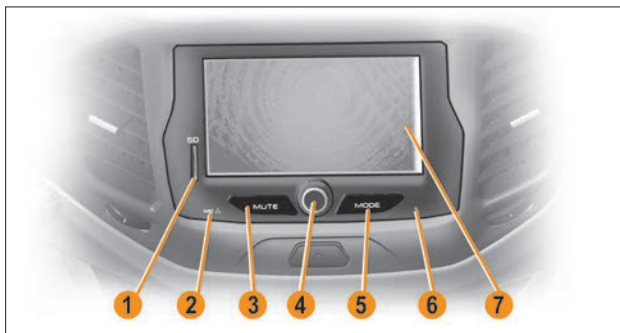

Рис. 7. Внешний вид ММС с навигационной системой
2.1.1 Включение ММС с навигационной системой осуществляется кратковременным нажатием (1-2 сек.) на ручку энкодера **4** (рис. 7).
2.1.3 Для выключения ММС с навигационной системой одновременно нажмите ручку энкодера **4** (рис. 7).
2.1.4 Для перезагрузки ММС с навигационной системой тупым тонким стержнем нажмите и удерживайте в течение 2–3 сек. кнопку **Reset 6** (рис. 7). После перезагрузки ММС с навигационной системой переходит в режим «Радио» с прослушиванием первой сохраненной радиостанции.
Для выключения звука нажмите кнопку **MUTE** (кнопка **3**, рис. 7). Для включения звука нажмите кнопку повторно.